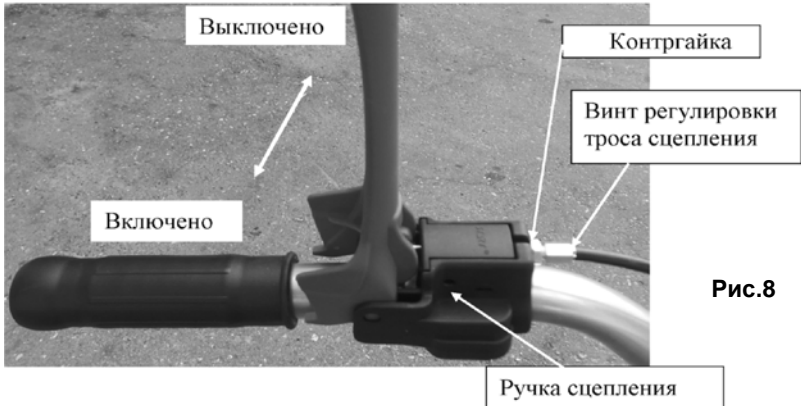

Рис.8
9. При необходимости установите контрольный размер 50-60 мм используя регулировочный винт на ручке сцепления и откручивая контргайку (рис.8). Выкручивая винт регулировки троса сцепления зазор между верхней и нижней ветвями уменьшается, закручивая – увеличивается. По окончании регулировки закрутите контргайку.